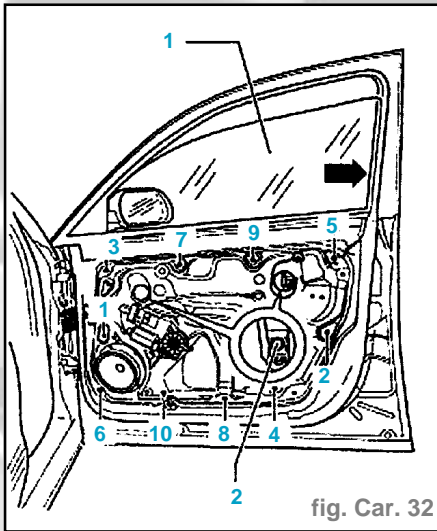

fig. Car. 32
- Positionner les vis et les serrer dans l'ordre prescrit. Couple de serrage 0,8 daN.m (fig. Car. 32).
- Desserrer les mâchoires de calage, enfoncer la glace de porte (1) dans le guide-glace (flèche) et serrer les mâchoires de calage avec les vis (2) (1 daN.m).
- Desserrer les mâchoires de serrage, enfoncer la glace de porte dans le guide-glace (flèche) et serrer les mâchoires de serrage avec les vis (2) (1 daN.m) (fig. Car. 32).
- Desserrer les mâchoires de serrage, enfoncer la glace de porte (1) dans le guide-glace (flèche) et serrer les mâchoires de serrage avec les vis (2) (1 daN.m).